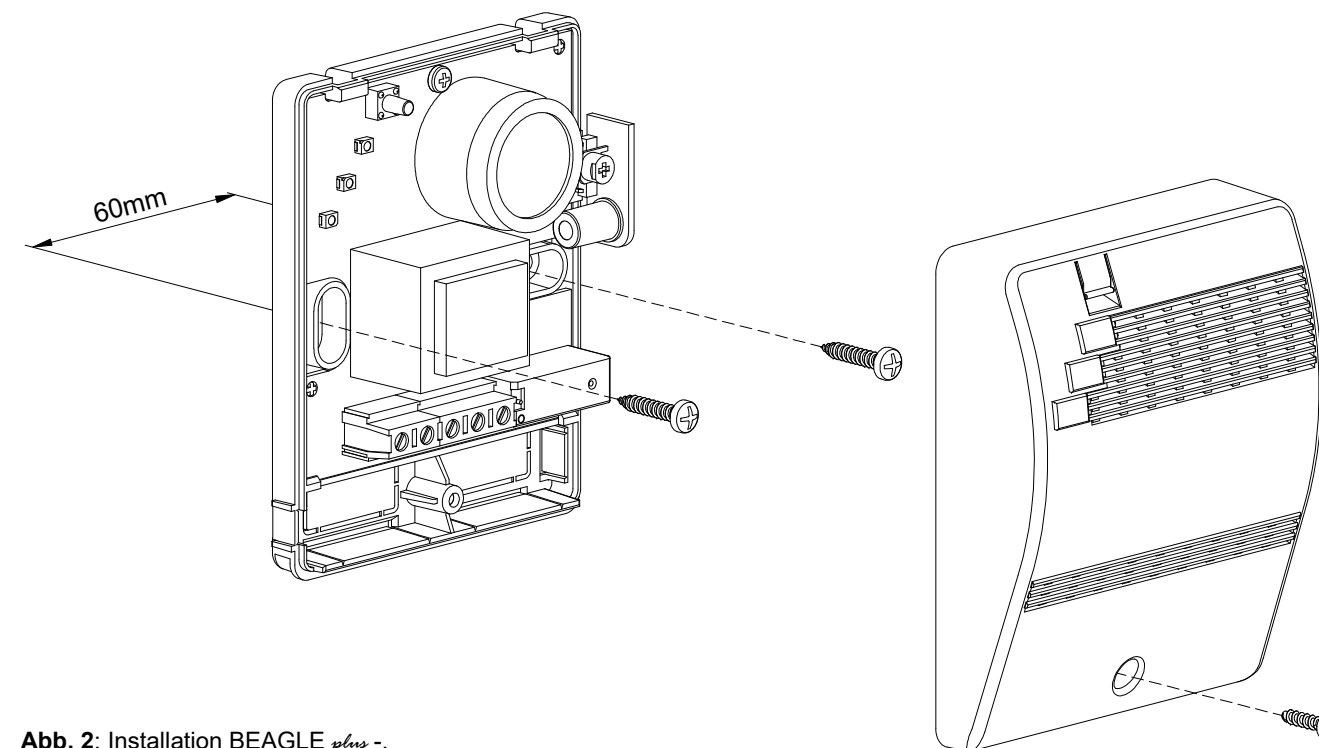

Abb. 2: Installation BEAGLE *plus* -.
3. Entfernen Sie den Gehäusedeckel, siehe Abb. 2.